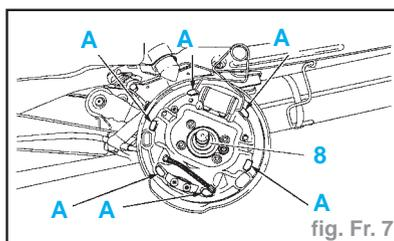
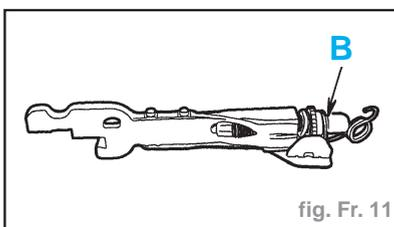

fig. Fr. 7
fig. Fr. 11
- Remplacer systématiquement le joint (8) (fig. Fr. 7).
- les surfaces (A) avec une graisse type LUBRITHERM G200
Impératif : Ramener en position initiale (B) la molette du système de rattrapage de jeu (fig. Fr. 11).